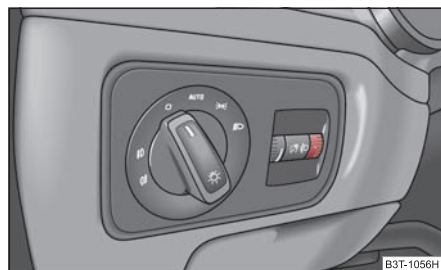

Fig. 59 Cuadro de interruptores: Regulación del alcance luminoso de los faros
- Girar el regulador giratorio ⇒ fig. 59, hasta que la luz de cruce esté ajustada de tal modo, que no se deslumbre a otros concurrentes en el tráfico.